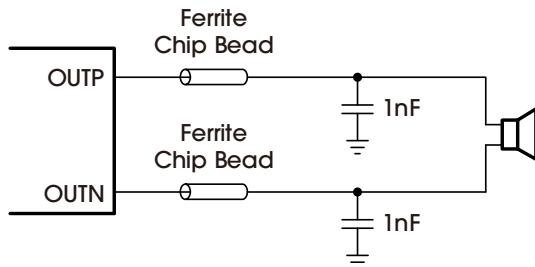

Figure 7. Typical Ferrite Chip Bead Filter (Chip Bead Example: NFZ2MSM Series from Murata)
- 输出滤波器：铁氧体 EMI 滤波器(Figure 7)应尽可能靠近输出引脚放置，以获得最佳 EMI 性能。铁氧体中使用的电容器应接地至电源地。